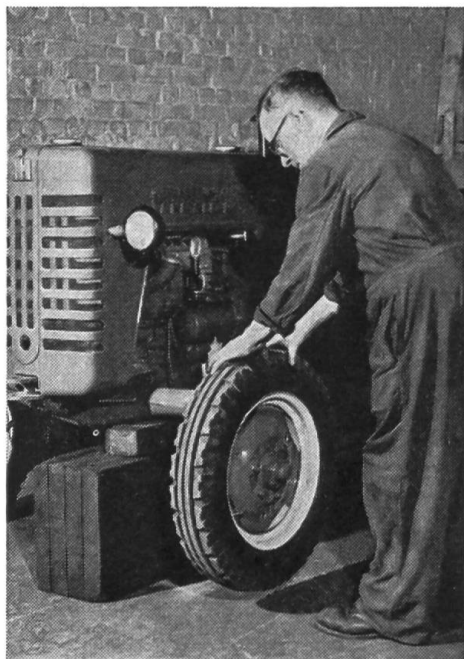

Fig. 1
53. Le flottement (shimmy, roulis) indique que les paliers des roues avant ont besoin d'une révision. Il faut donc que vous vous occupiez aussi de ces importants organes. En toute franchise, admettez que vous ne leur avez accordé que peu d'attention, jusqu'à maintenant. L'examen des paliers ne présente pas de difficultés. La première chose est de mettre le tracteur convenablement sur plots (voir fig. 1). Essayez maintenant de mouvoir chaque roue de côté et d'autre. Comme conducteur de tracteur expérimenté, vous verrez tout de suite qu'il y a du jeu. C'est un signe que des pièces sont desserrées. Bien que cela ne représente pas un grave danger, il faut toutefois absolument éliminer ce jeu en procédant à un réglage. Voilà donc l'explication du flottement des roues avant, ainsi que la façon d'y porter remède.